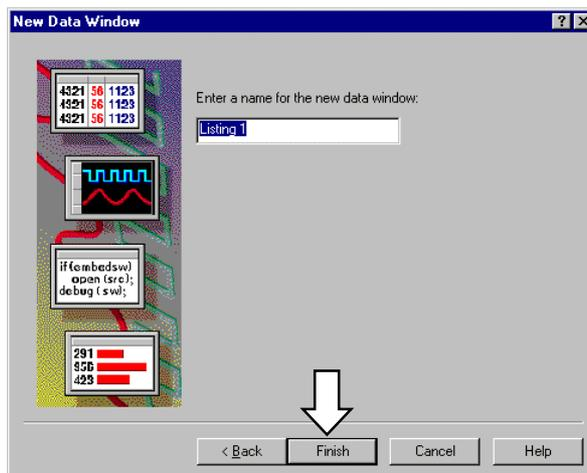

図 3-53 : データ・ウィンドウの名前を定義するためのダイアログ・ボックス
12. 図 3-53 のデータ・ウィンドウの名前を定義するダイアログ・ボックスが現れるので、必要に応じてデータ・ウィンドウの名前を入力（ここでは Listing 1）し、<Finish>ボタンをクリックして[New Data Window]ウィザードを終了します。